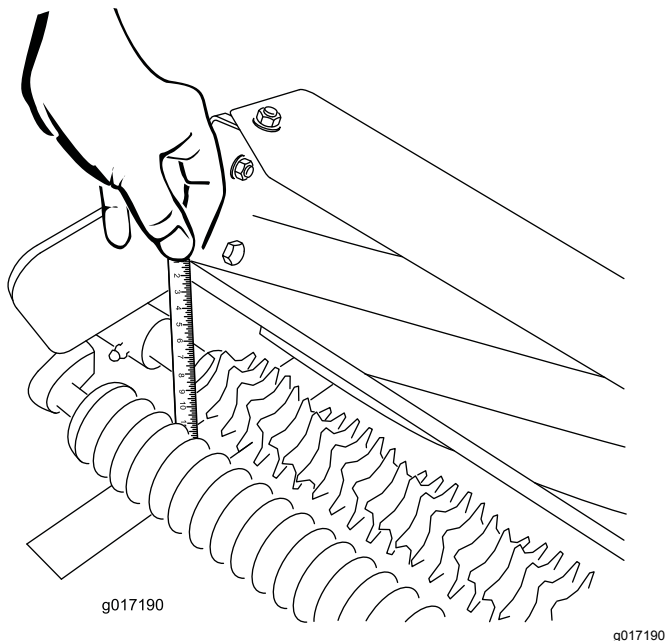

Figure 26
3. À une extrémité de l'arbre du groomer, mesurez la distance entre la pointe la plus basse d'une lame du groomer et la surface de travail (Figure 26).